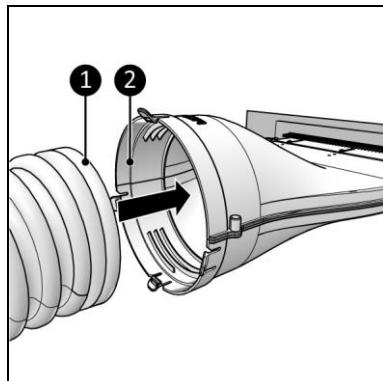

Abbildung 7
- Mit einem Klicksystem für einen Schlauch mit Kragen (Abbildung 7, Pos. 1).
1. Führen Sie den Klimaanlagenschlauch (Abbildung 7, Pos. 1) in den Hauptkörper ein (Abbildung 7, Pos. 2).